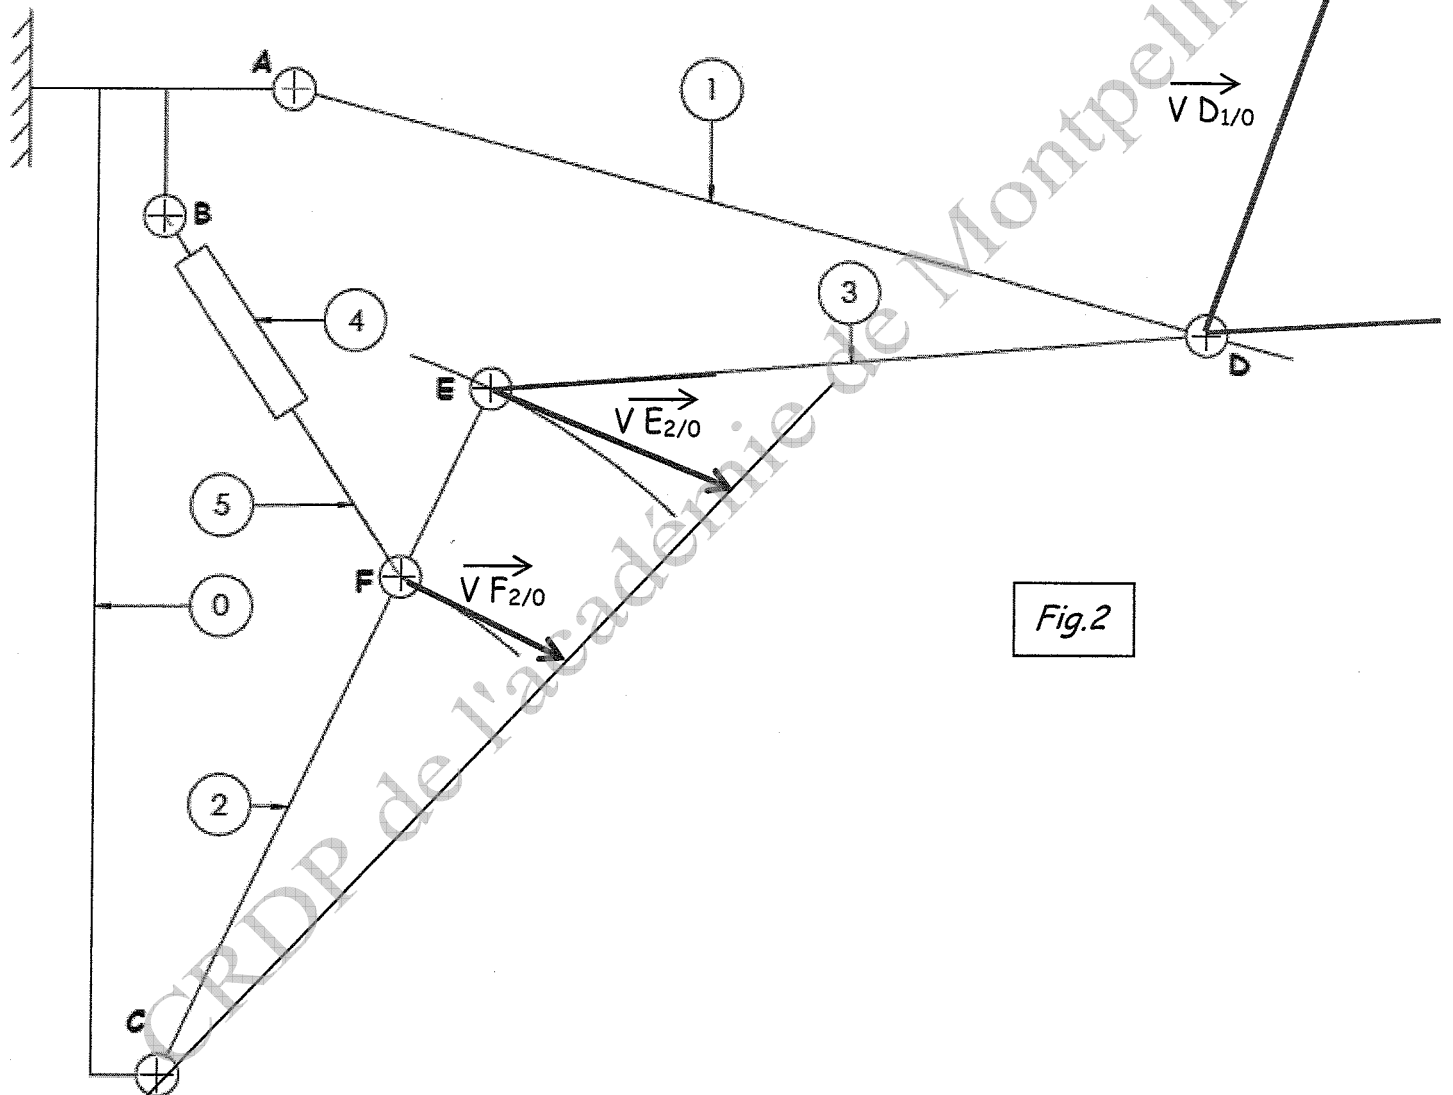

Fig.2
-Tracer les trajectoires des points identifiés sur la fig.2
2.5 - Sur le schéma Fig. 2 page DR 5/13, tracer le vecteur vitesse noté  $\vec{V}_{F_{5/4}}$ .
Sur le schéma Fig. 2 page DS6/13